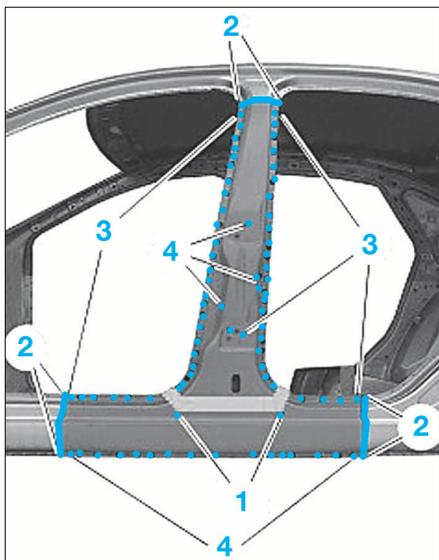

FIG. 61
- Appliquer de la colle à pare-brise sur la zone (1) (Fig.61) du renfort de pied milieu et recoller l'élément insonorisant.